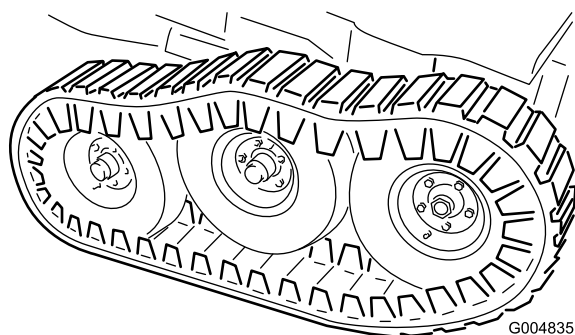

Figura 121
51. Montate le rondelle piane (1/2 poll.) e i dadi di bloccaggio sul prigioniero del perno del carrello (Figura 121) e serrate a una coppia di 102 Nm.